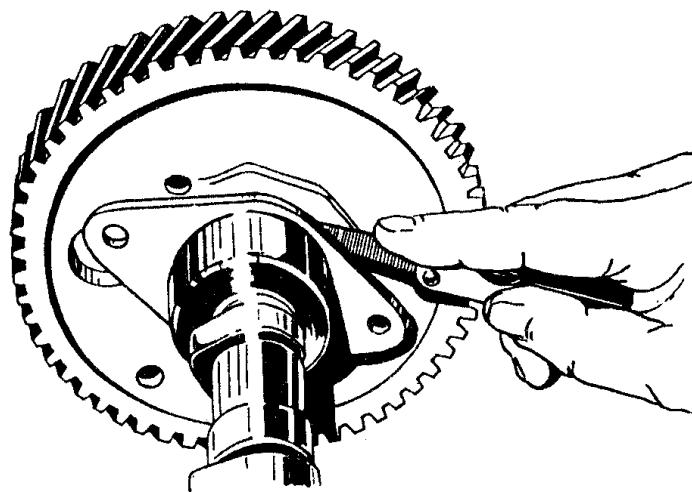

Рис.93. Проверка осевого зазора распределительного вала
- с помощью щупа, введенного между упорным фланцем и ступицей шестерни распределительного вала, измерить осевой зазор распределительного вала (рис.93). Зазор должен быть 0,08...0,26 мм. Зазор следует обеспечить подбором фланца 4 (рис.11) и распорного кольца 7. На собранном распределительном валу с шестерней фланец должен вращаться свободно, без заеданий.